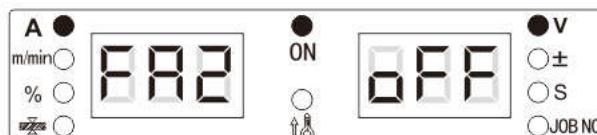

Рисунок 3-18. Отображение функции FA2 на цифровых дисплеях
- Поворотом регулятора панели управления установите выбор функции FA2 (см. Рисунок 3-18).